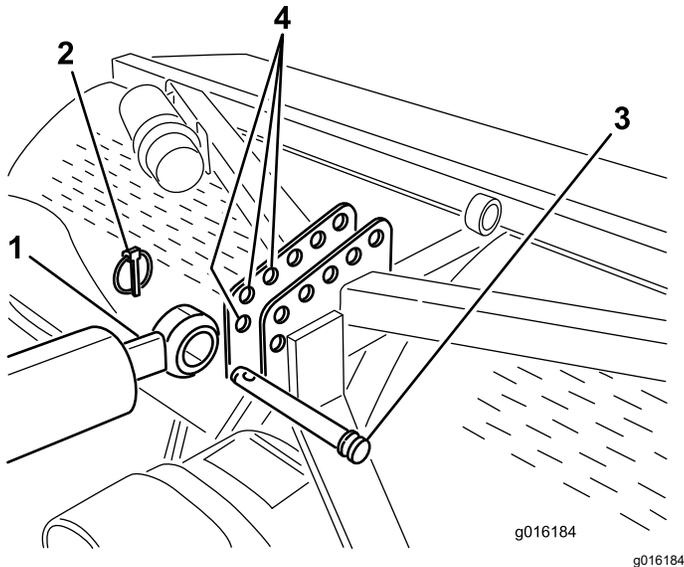
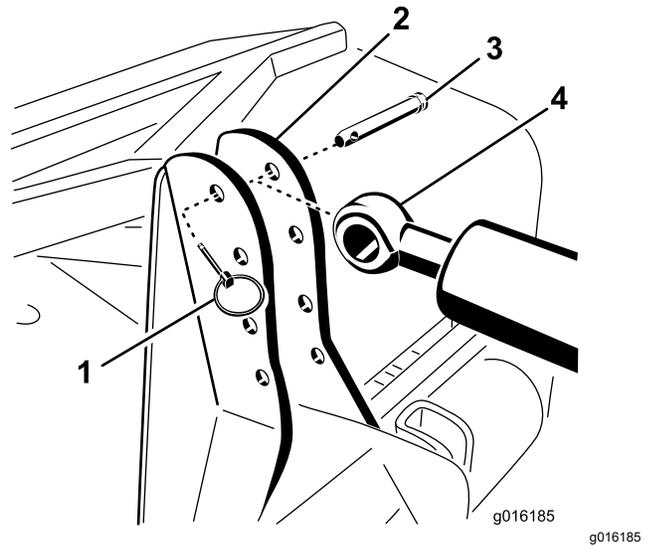

Figura 6
Figura 7
7. Sujete el extremo de la varilla del brazo hidráulico superior en el orificio más adelantado posible del soporte del aireador con un pasador de enganche y un pasador de seguridad (Figura 6 o Figura 7).